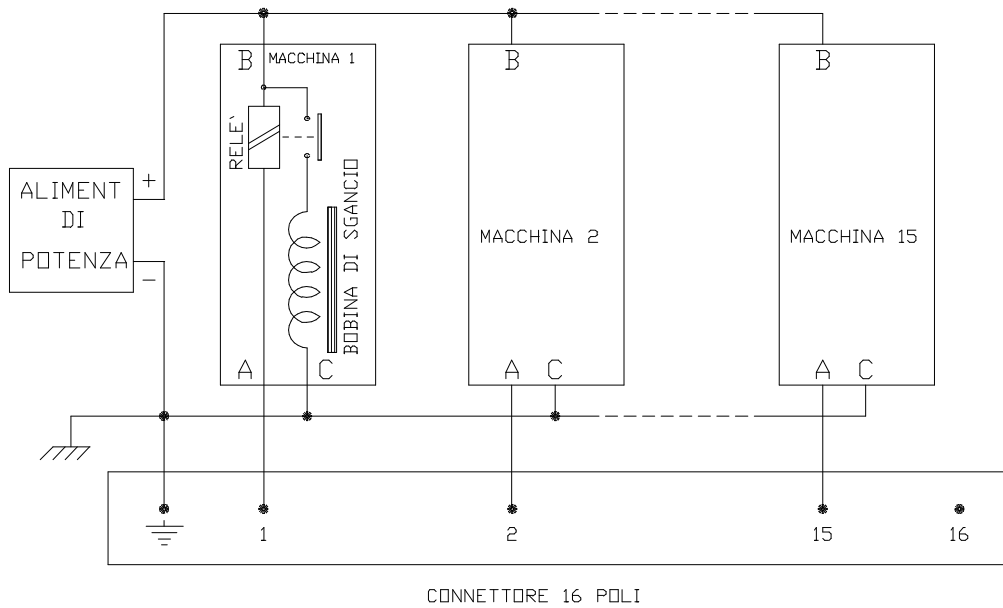
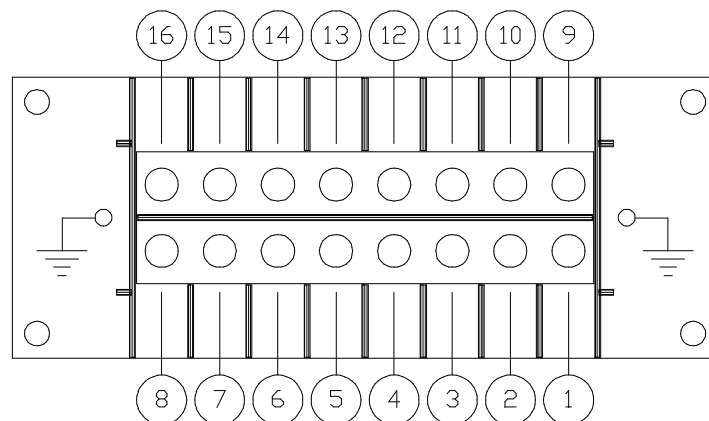

Bild 6
Bild 7
Jedoch ist nicht möglich, die Common Spule der Relais mit dem Sequencer zu verbinden, wenn die Relais keine Spule haben, die von den Kontakten getrennt ist. Man muss also die Aufbau wie auf dem Bild 6 einstellen.
**N.B.** Wenn das Bild 6 gefolgt wird, ist es notwendig, das Negativ des Potenzversorgung mit dem Klemme des Stecker ilme 16 poli (auf dem Bild 7) verbinden muss.